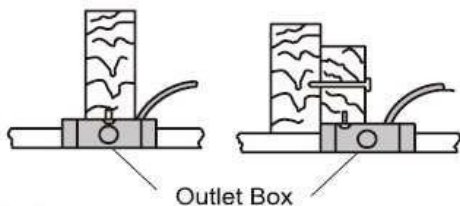

Fig.1
- Abb. 1, 2 und 3 sind Beispiele für verschiedene Möglichkeiten, die Anschlussbox bei verschiedenen Gegebenheiten anzubringen. Möglicherweise ist eine Aufhängestange erforderlich.